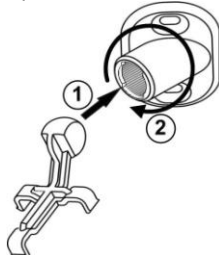

Рис.9 Схема соединения кронштейна и держателя
- Разметьте на стене отверстия для монтажа с учетом положения отверстий в кронштейне (2) (см. рисунок 9).
- Закрепите на основании извещателя держатель кронштейна (1) с помощью защелок.